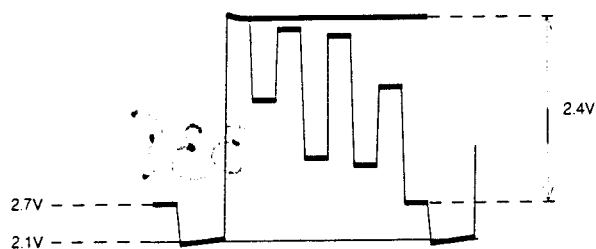

Fig. 1
2. Um Beschädigungen an integrierten Schaltungen Dioden, Transistoren usw. zu vermeiden, sind Hochspannungsüberschläge unbedingt zu vermeiden. Zur Kontrolle der Hochspannung ist ein dafür geeignetes Messinstrument zu benutzen. Das Entladen der Bildröhre darf nur auf die, in Abb. 1 dargestellte Weise erfolgen.